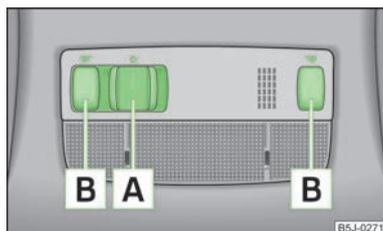

Fig. 25
- Le symbole  s'affiche quand vous poussez le contacteur **A** » fig. 25 vers le bord de la lampe.
- Poussez le contacteur **A** » fig. 25 sur la position centrale **O**.
- Appuyez sur les commutateurs **B** » fig. 25 pour allumer ou éteindre les liseuses droite ou gauche.